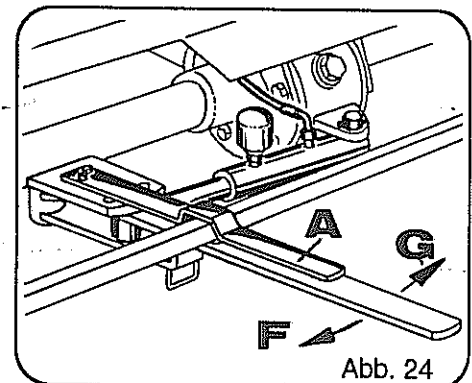

Abb. 24
- Bei Schrägstellung "Freirechen von rechts" Steuergerät auf Durchfluß schalten. Handhebel schwenkt dabei nach rechts (Abb. 24, Pos. G).
- Bei Schrägstellung "Freirechen von links" Steuergerät mit Druck beaufschlagen. Handhebel schwenkt nach links (Abb. 24, Pos. F).
- Vom Schleppersitz aus kann mittels des Zeigers (Abb. 24, Pos. A) die Schräg- bzw. Geradeausstellung kontrolliert werden.